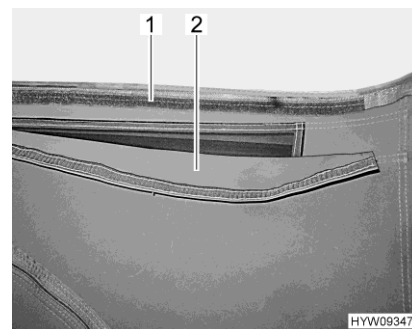

Fig. 38 Ventilación (abierta)
- Tirar la ventana de lona (Fig. 38,2) hacia arriba y apretarla contra la cinta velcro (Fig. 38,1).